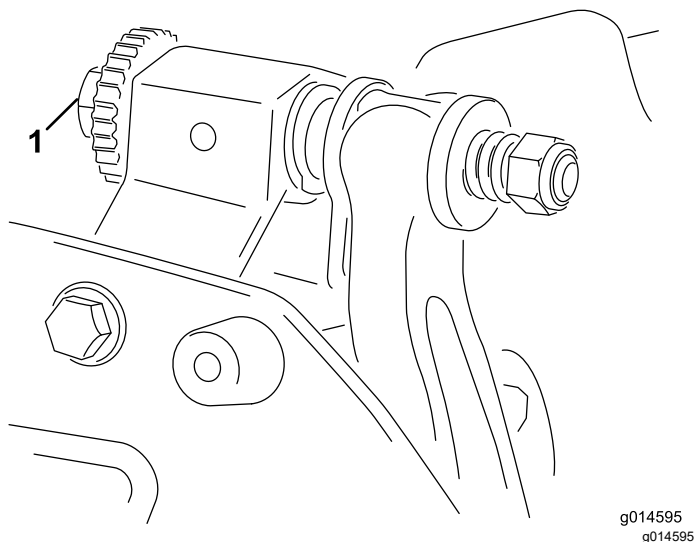

Bild 5
- A. Drehen Sie die Einstellschrauben des Untermesserträgers um jeweils eine Kerbe nach rechts, Bild 5 bis Sie leichten Kontakt spüren und hören.
6. Drehen Sie die Einstellschraube des rechten Untermesserträgers (Bild 5), bis Sie einen leichten Druck (d. h. Widerstand) an der Beilagscheibe spüren, wenn Sie sie von einer zur anderen Seite verschieben. Entfernen Sie die Beilagscheibe.